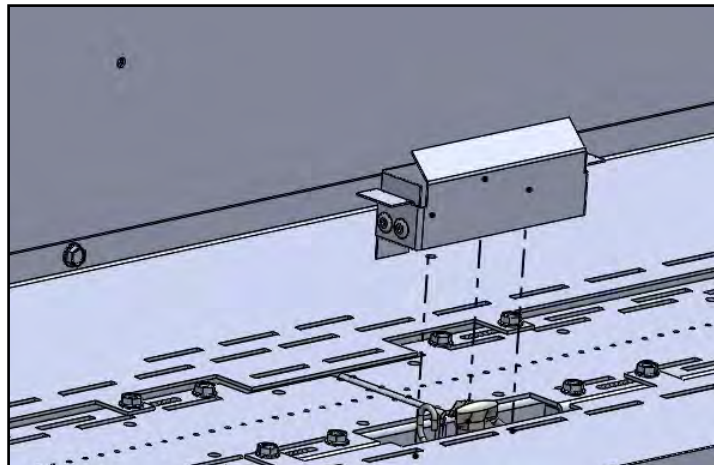

Figure 18.13.01: Bouclier pilote
- Retirez le bouclier de la veilleuse (voir la **Figure 18.13.01**)